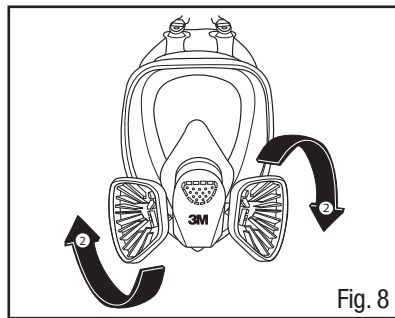

Fig. 8
2. Gire el adaptador 1/4 de vuelta en sentido de las manecillas del reloj hasta que se detenga. Para quitar el adaptador, gire 1/4 de vuelta en sentido contrario a las manecillas del reloj (Fig. 8).